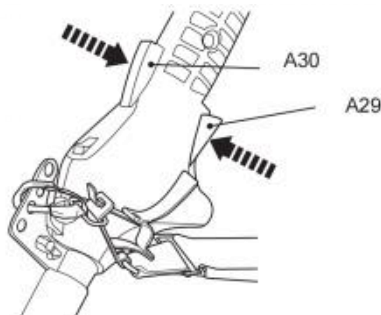

Fig. 39
10. Aby uruchomić produkt, naciśnij blokadę przepustnicy (A30) i spust przepustnicy (A29) (rys. 39).